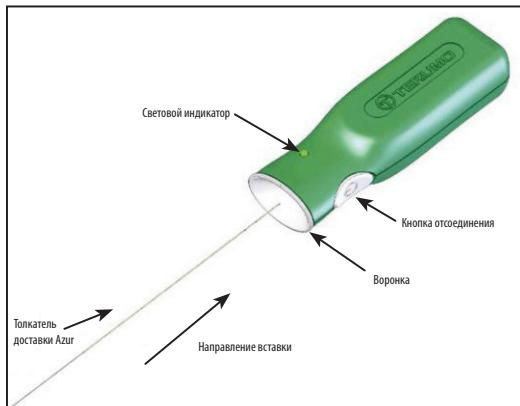

Рисунок 4. Контроллер отсоединения Azur
- Раскройте пакет с сосудистым окклюзором Azur и удалите из пакета упаковочное кольцо. Перед использованием устройства удалите клип с упаковочного кольца. Удерживая имплантантируемый сосудистый окклюзор Azur и интродьюсер на месте, вытяните толкателю из упаковочного кольца так, чтобы показался проксимальный конец толкателя доставки. Будьте осторожны, чтобы не избежать загрязнения этого конца толкателя доставки посторонними веществами, такими как кровь или контрастное вещество. Плотно вставьте проксимальный конец толкателя доставки в секцию с воронкой контроллера отсоединения Azur. См. рисунок 4. **Не нажмите кнопку отсоединения в это время.**
31. Подсоедините проксимальный конец толкателя доставки к контроллеру отсоединения Azur, надежно вставив проксимальный конец толкателя доставки в секцию с воронкой контроллера отсоединения Azur. См. рисунок 4.